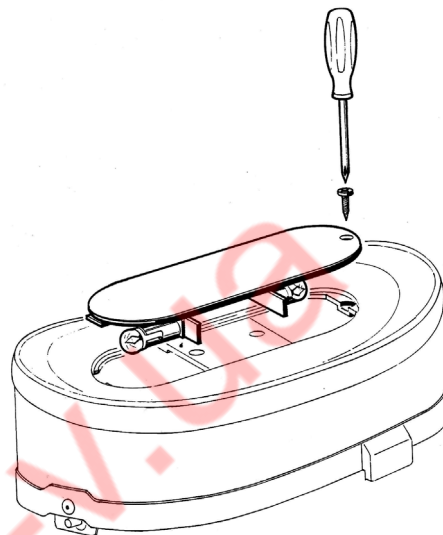

figura 19
- 3 Sostituzione delle lampade del coperchio luminoso: svitare la vite posta nella parte superiore del coperchio ed estrarre lo sportello portalampe. Sostituire le lampade e rimontare il lo sportello. (vedere figura 19)